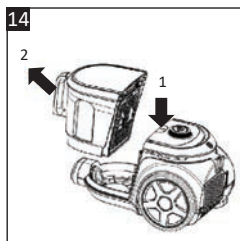

Fig. 14
- Goliți periodic colectorul de praf (11). Nu permiteți conținutului să depășească nivelul marcat „MAX”.
- 1. Apăsați și mențineți apăsat butonul de eliberare a colectorului de praf (12) cu o mână și ridicați colectorul de praf de mânerul său (10) cu cealaltă mână pentru a-l scoate din aspirator (Fig. 14).